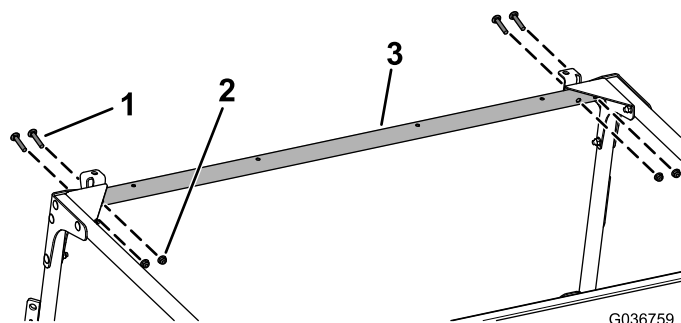

图11
10. 如图11所示，用4个托架螺栓（5/16 x 1-3/4 英寸）和4个凸缘螺母（5/16 英寸）将前交联松松地安装到前安装板和角撑板上。